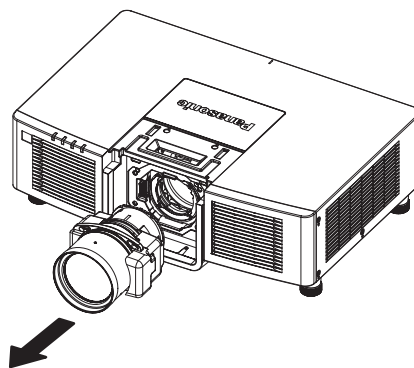

Abb. 4
4) Richten Sie die Markierung am Projektionsobjektiv (rot) an der vorstehenden Markierung am Projektor aus und setzen Sie das Projektionsobjektiv vollständig ein. (Abb. 4)
4) Nehmen Sie das Projektionsobjektiv ab. (Abb. 4)